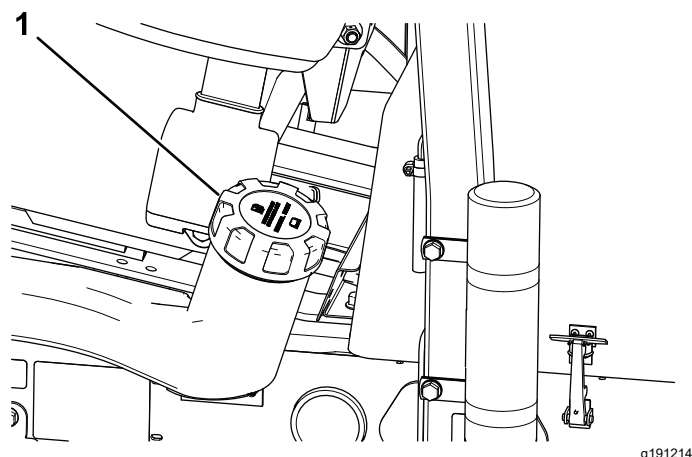

図 46
2. 燃料タンクのキャップ 図 46 の周囲をきれいに拭く。